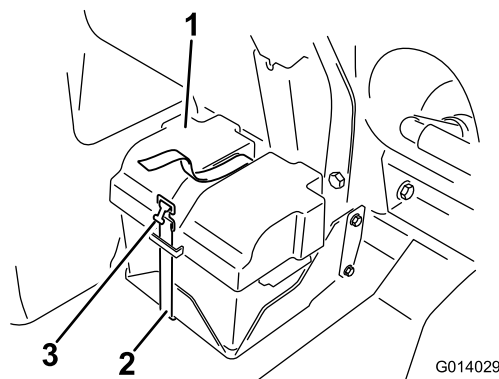

Figure 16
3. Déposez le couvercle de la batterie (Figure 16) et débranchez le câble négatif de la batterie.
10. Fixez le couvercle au compartiment de la batterie (Figure 16) avec la barrette.